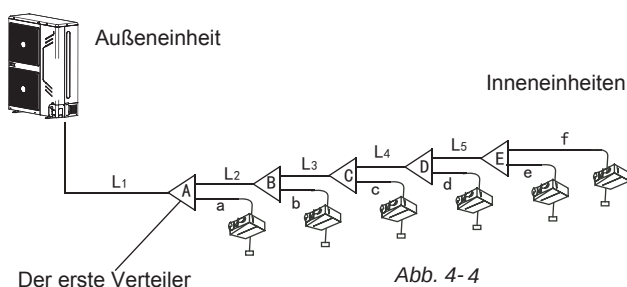
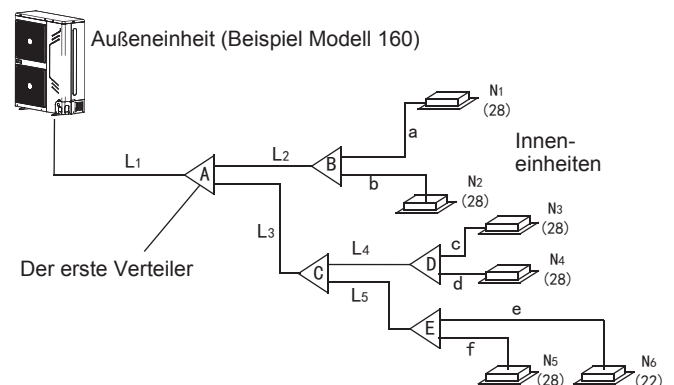
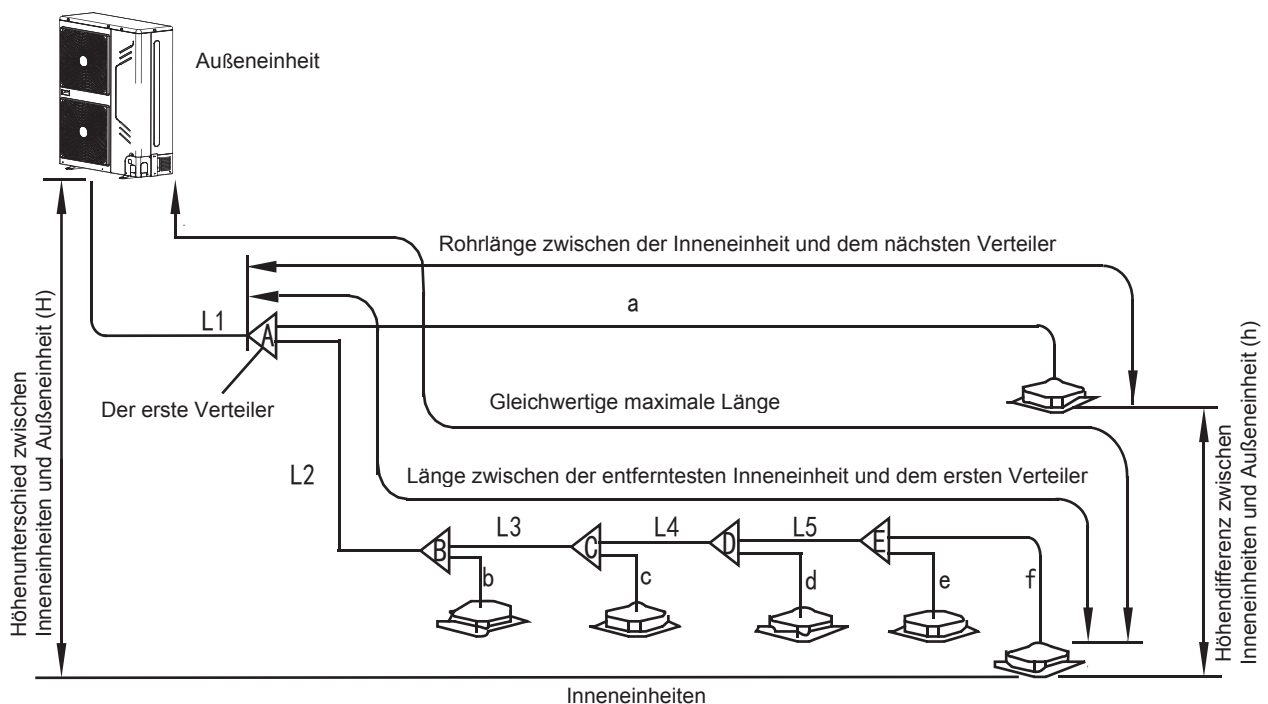

Abb. 4-4
Abb.4-6
Abb. 4-7
- Hauptrohr (L1) (Bezieht sich auf Abb. 4-6 und Abb. 4-4)
In der Abb. 4-6 ist das Hauptrohr L1 und die Leistung der Außeneinheit 16 kW. Überprüfen Sie die Abb. 4-7, um die Rohrgröße zu erlangen, die dann $\Phi 19.1$ (3/4") / $\Phi 9.5$ (3/8") ist, und auch die entsprechende Gesamtlänge, die > 90 m ist. Überprüfen Sie anschließend die Figur 4-4, um die Größen des Gas- und Flüssigkeitsrohres zu erlangen, die $\Phi 22.2$ (7/8") / $\Phi 9.5$ (3/8") sein werden. Gemäß des Maximalwertsprinzips, muss der Durchmesser $\Phi 22.2$ (7/8") / $\Phi 9.5$ (3/8") angewandt werden.